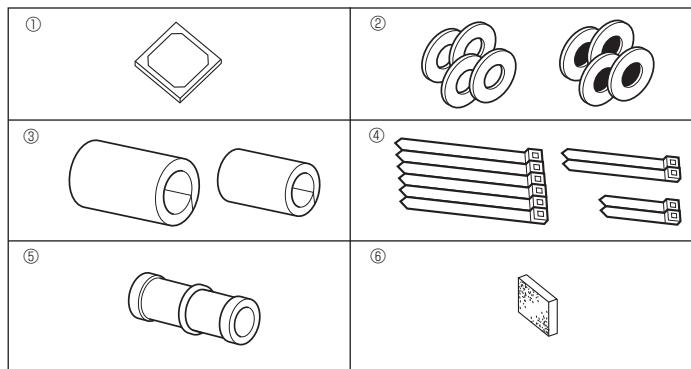

Fig. 4-1
4.1. Sjekk tilbehør til innendørsanlegget (fig. 4-1)